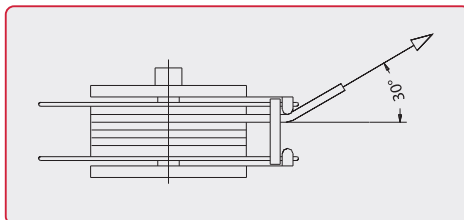

Abb. 3 - Maximale Auslenkung des Schlauchs (30°)
2. Schlauchaufroller so montieren, dass ein Biegeradius von 30° des Schlauchs beim Ab- oder Aufrollen nicht überschritten wird (siehe Abb. 3 auf Seite 4).